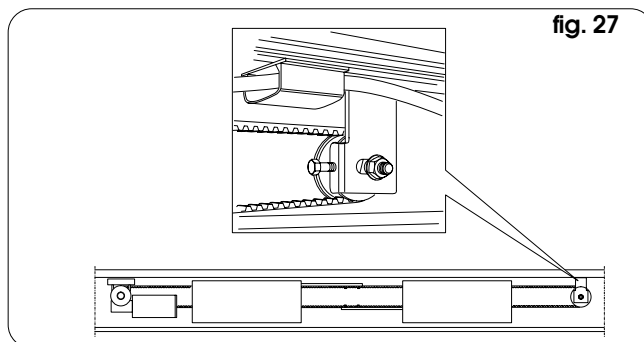

fig. 27
- Compruebe que la correa no esté floja o excesivamente tensada, si fuera necesario regule la tensión mediante el correspondiente dispositivo de regulación indicado en la fig. 27: afloje la tuerca y regule mediante el tornillo (atornillándolo la correa se tensa, destornillándolo la correa se afloja), a continuación bloquee de nuevo la tuerca.